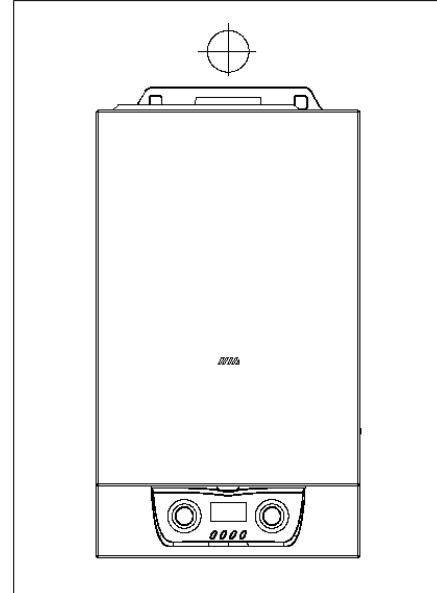

Рис. 8
- d) далее котел навесьте на подвесную панель (рис. 8)